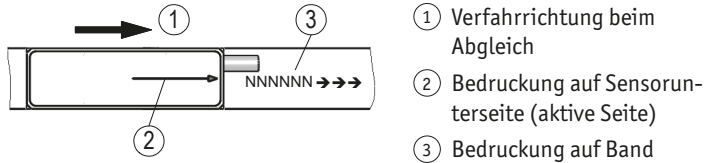
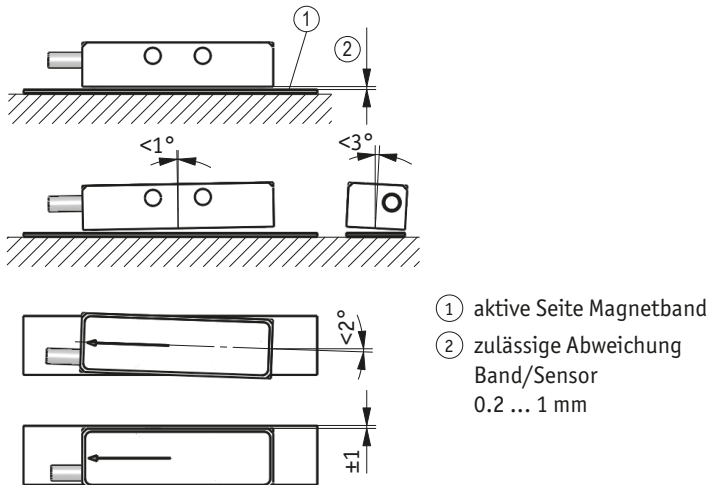

Abb. 6: Sensorabgleich / Ausrichtung
Abb. 7: Montage Sensor/Magnetband, Abstandsmaße, Toleranzen
► Auf richtige Ausrichtung des Magnetsensors achten, damit die optimale Abtastung gewährleistet ist (siehe Abb. 6, Abb. 7).
2. Die Pfeilrichtung des Sensoraufdruckes muss mit der Pfeilrichtung des Bandaufdruckes zum Abgleichen übereinstimmen (Abb. 6).
Die Lage des Sensors zum Magnetband ist genau definiert. Bei der Montage ist insbesondere zu beachten, dass über die gesamte Messstrecke zwischen Band und Sensor ein Luftspalt eingehalten wird, unabhängig ob das Band oder der Sensor bewegt werden (siehe Abb. 7). Als Montagehilfe kann die beiliegende Abstandslehre verwendet werden.